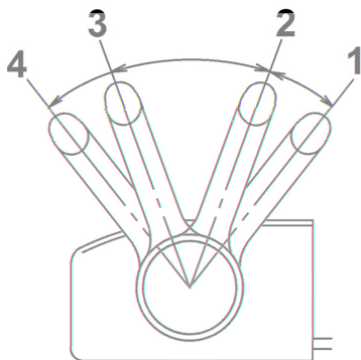
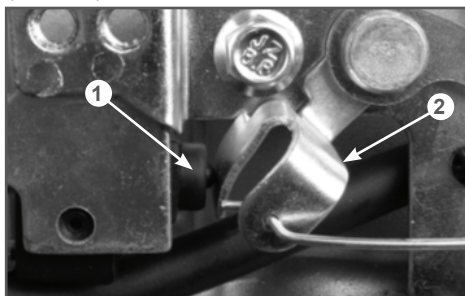
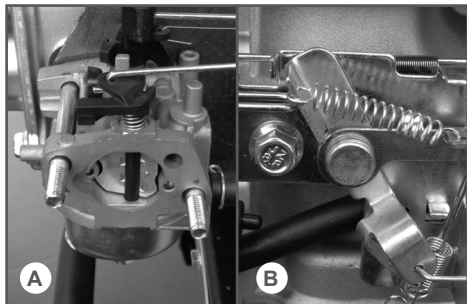

Рис. 9 Рабочие положения рычага газа
Рис. 10 Рычаг управления и выключатель зажигания
Рис. 11 Воздушная заслонка карбюратора закрыта
8. Проверьте регулировку троса газа. При правильной регулировке троса газа рычаг газа имеет 4 рабочих положения (Рис. 9).
При установке рычага газа в положение «4» (Рис. 9), рычаг управления 2 на панели управления двигателя должен нажимать на кнопку выключателя 1 зажигания (Рис. 10).
При установке рычага газа в положение «1» (Рис. 9), рычаг управления на панели управления двигателя должен, толкая тягу управления воздушной заслонкой (Рис. 11В), полностью закрывать воздушную заслонку карбюратора (Рис. 11А). Проконтролировать закрытие воздушной заслонки карбюратора можно только при снятых крышке воздушного фильтра и бумажном фильтрующем элементе. Для наглядности на Рис. 11А корпус воздушного фильтра полностью снят.